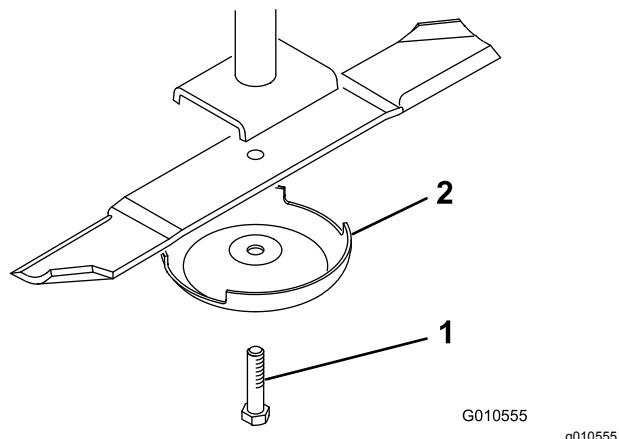

Figura 27
2. Afferrate l'estremità della lama con un cencio o un guanto bene imbottito. Togliete il bullone, la coppa antistrappo e la lama dall'asse del mandrino (Figura 27).